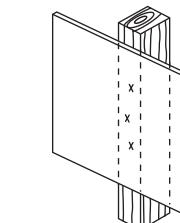
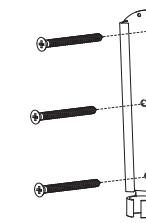

Рис. 1
Рис. 2
- ❷ Расположите основание на стене напротив середины балки, убедитесь в том, что крепление выставлено по уровню и правильно ориентировано.
- ❸ Нанесите три метки как показано на Рис. 1. и отложите основание в сторону.
- ❹ Просверлите 3 мм отверстие в каждой из трех отмеченных точек.
- ❺ Расположите основание на стене, совместив отверстия на основании и стене. Закрепите его при помощи саморезов (Рис. 2) Не закручивайте саморезы слишком сильно. Убедитесь в том, что основание выставлено по уровню после прикрепления к стене.
5 Расположите основание на стене напротив отверстий и присоедините при помощи саморезов, как показано на рис.2. Не закручивайте саморезы слишком сильно. Убедитесь в том, что основание выставлено по уровню после прикрепления к стене.